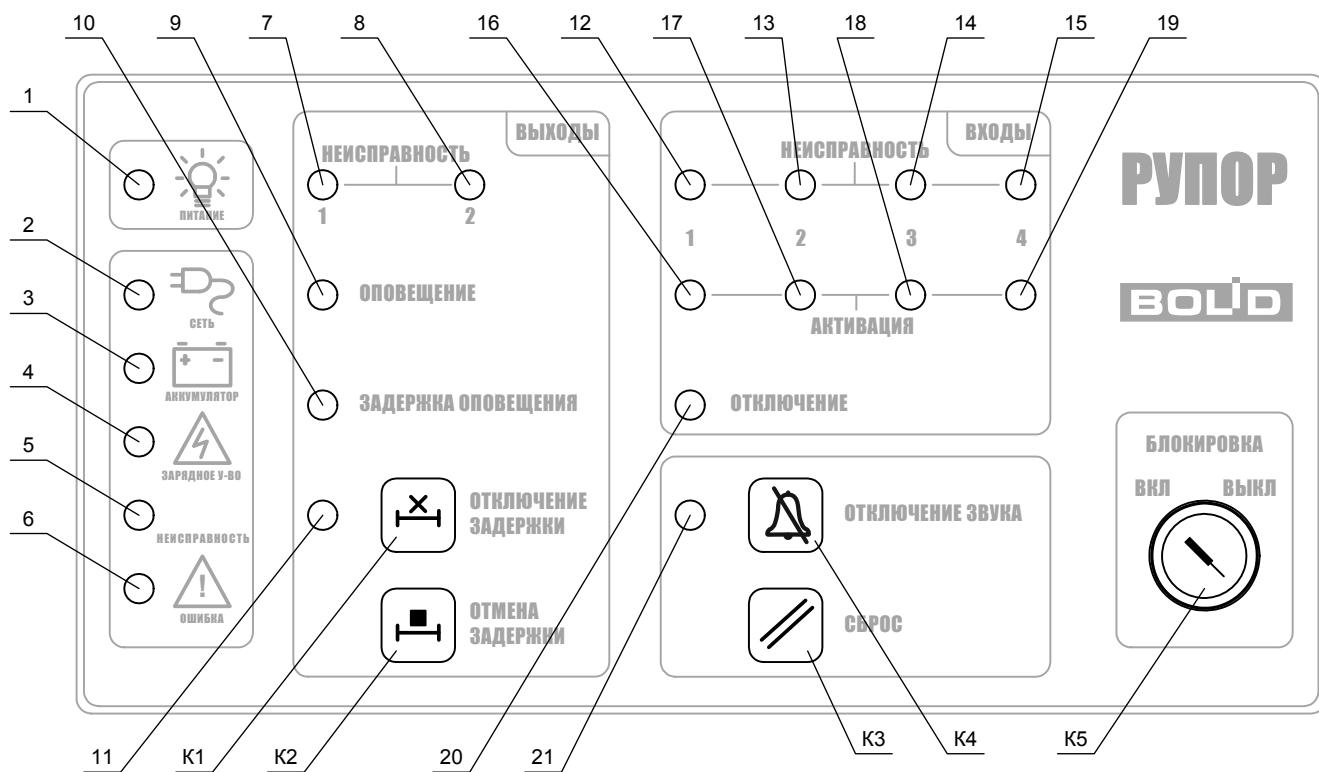

Рисунок 1. Органы управления и индикации прибора
- На передней крышке прибора имеются световые индикаторы, предназначенные для индикации режимов работы прибора и состояния подключённых к нему внешних цепей, а также ряд функциональных кнопок и электроконтактный замок включения/выключения блокировки кнопок (рис. 1). Назначение индикаторов и кнопок приведено в таблице 1 и таблице 2 соответственно.